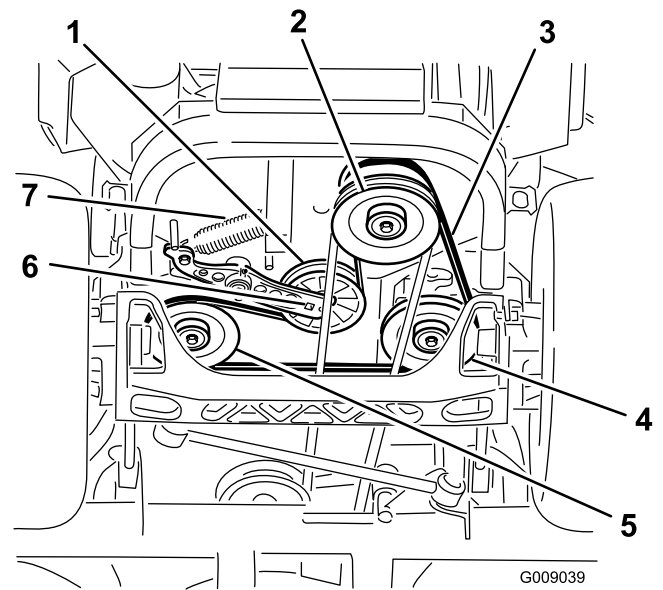

Figura 82
5. Utilice una llave de carraca en el taladro cuadrado del brazo tensor para retirar el muelle tensor (Figura 82).
6. Desenganche el muelle de la polea tensora del bastidor (Figura 82).
9. Utilizando la llave de carraca en el taladro cuadrado del brazo tensor, instale el muelle tensor en el bastidor (Figura 82).
4. Levante la máquina y apóyela sobre gatos fijos (Figura 82).